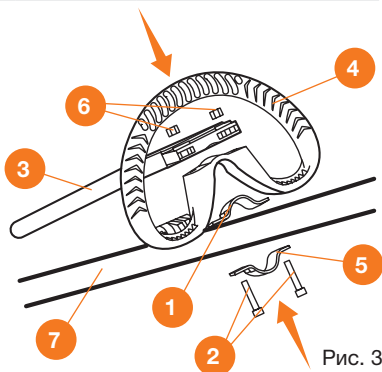

Рис. 3
- Вложите гайки **6** в отверстия упора **3** (Рис. 3).